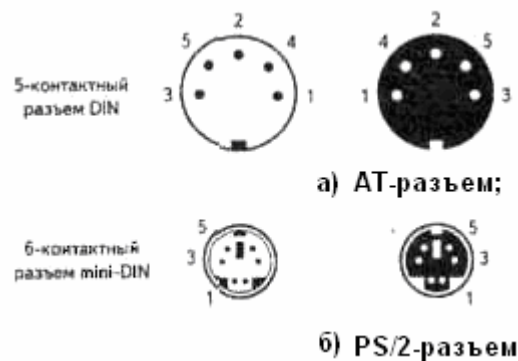

Рисунок 24 - Разъёмы клавиатуры
*Разъемы клавиатуры.* Клавиатура подключается к ПК посредством разъема *промышленного стандарта Германии DIN*, который может быть двух типов (рисунок 24):